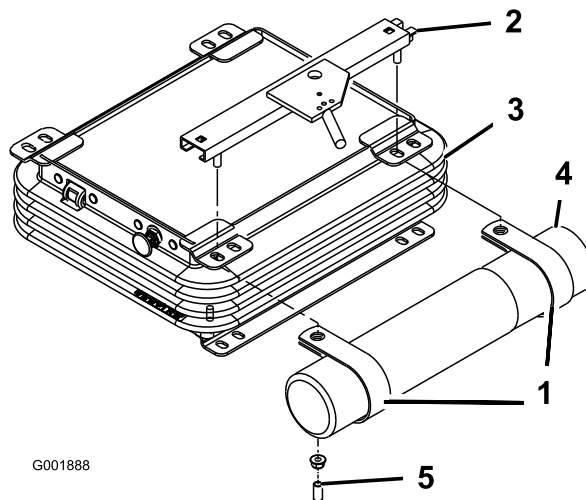

Figura 7
2. Retire las 2 tuercas y los tapones de vinilo (si están instalados) que sujetan el soporte superior del asiento al lado izquierdo de la suspensión del asiento (Figura 7).
3. Monte provisionalmente las abrazaderas de R a los espárragos del soporte del asiento con las 2 tuercas anteriormente retiradas. (Figura 7). Las abrazaderas en R deben colocarse debajo de las pestañas de la suspensión del asiento.
4. Instale el tubo del manual en las abrazaderas en R y apriete las tuercas (Figura 7).